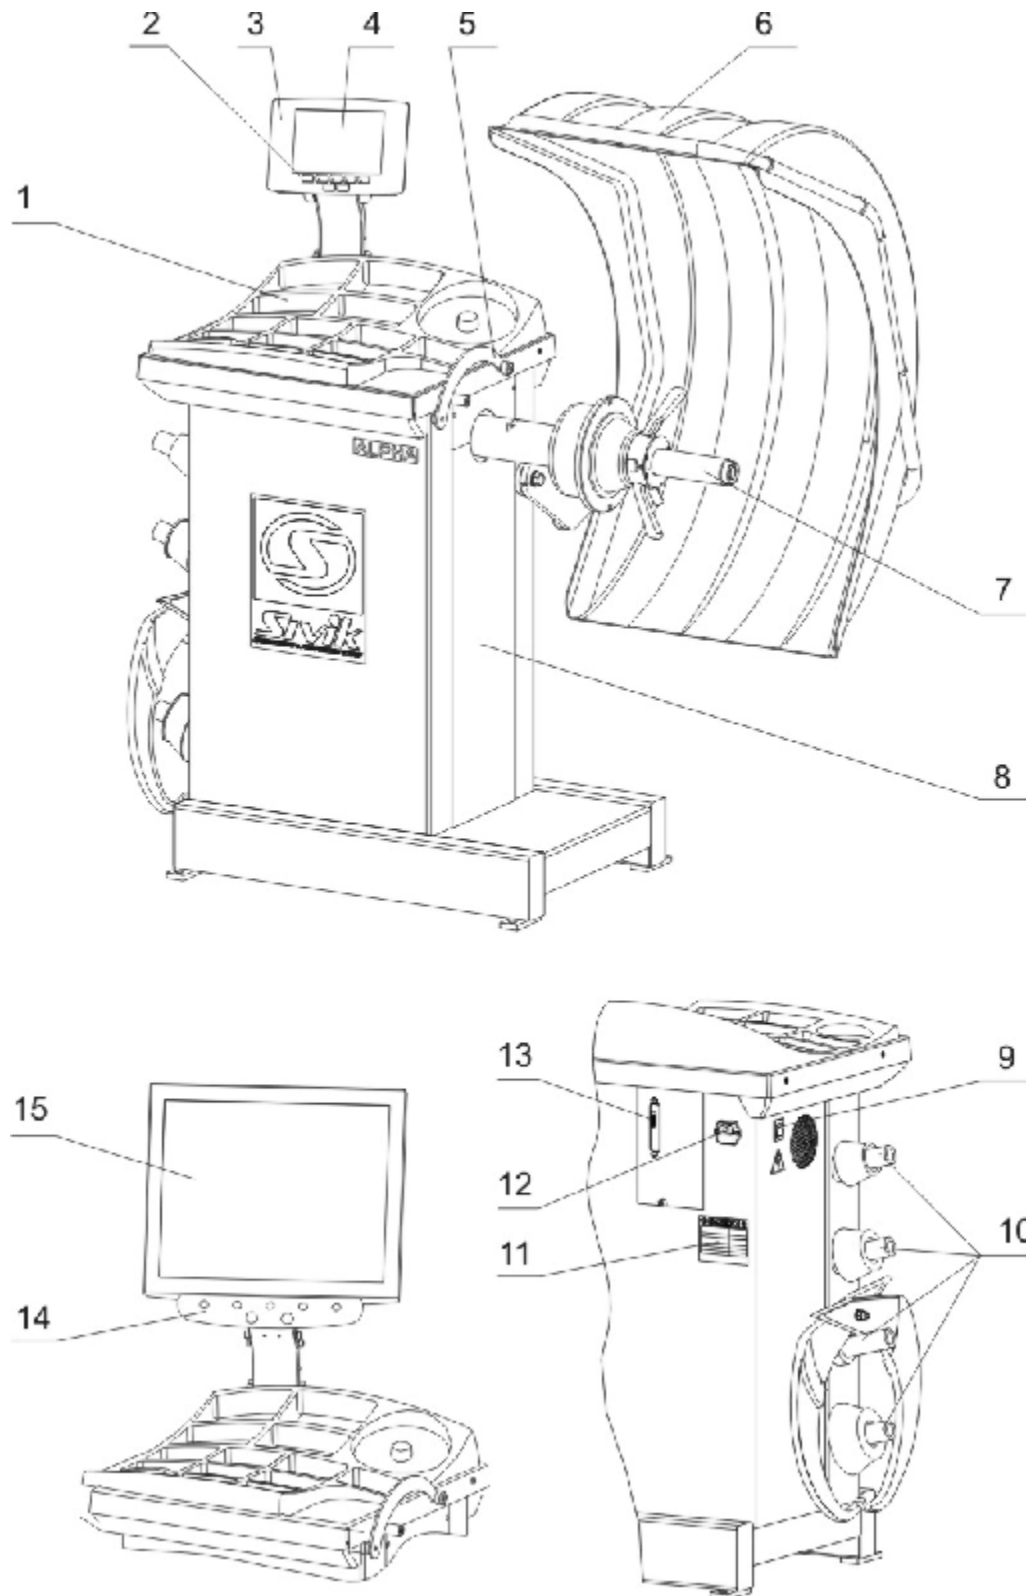

Рисунок 4.1
4.2.9 Подключить сетевой кабель к гнезду станка, расположенному на задней панели корпуса станка (рисунок 4.1), и к питающей сети, оборудованной розеткой с контактом заземления. Для станка СБМП-40 Л подключить монитор к питающей сети, оборудованной розеткой с контактом заземления согласно эксплуатационной документации на него.